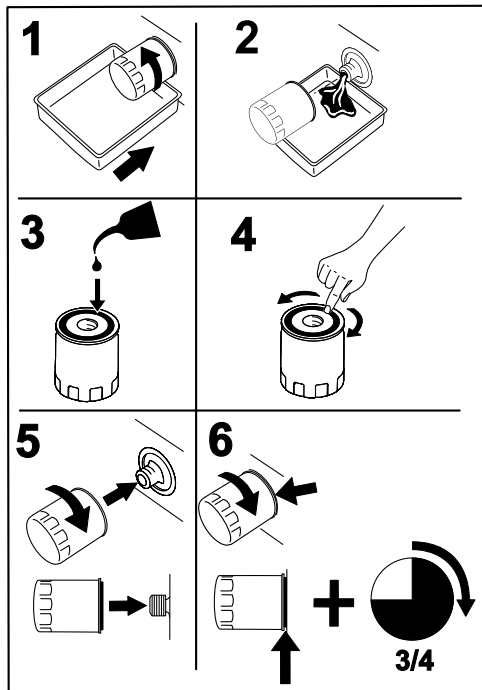

Bild 43
2. Wechseln Sie den Motorölfilter (Bild 43).